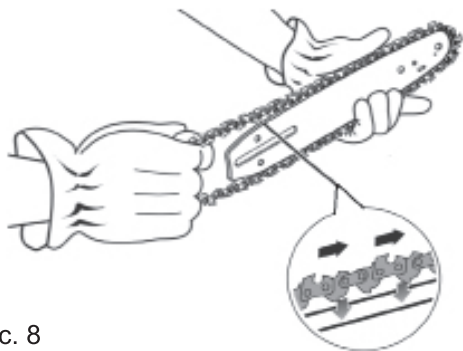

Рис. 8
3. Наденьте цепь на шину, вставив хвостовики цепи в паз шины (рис. 8). Проверьте, что зубья цепи направлены режущими кромками по ходу движения цепи.